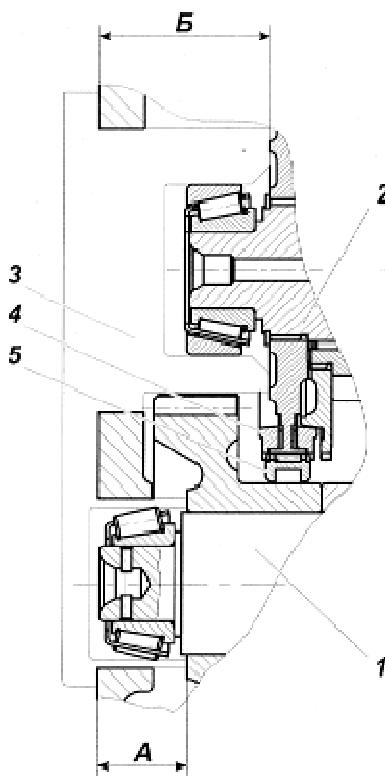

Рис. 112:
2. Завести в картер коробки передач собранные в сборе промежуточный и вторичный валы и зафиксировать их взаимное положение друг относительно друга с помощью технологического приспособления (рис. 112) таким образом, чтобы обеспечивался монтажный размер А (от переднего торца картера коробки передач до переднего торца ступицы шестерни привода промежуточного вала) равный $48\pm0,025$ мм и монтажный размер Б (от переднего торца картера коробки передач до переднего торца ступицы синхронизатора 4-5 передач) равный $90,3\pm0,025$ мм. При этом блокировочное кольцо поз. 4 и муфта поз. 5 синхронизатора должны быть зафиксированы на ступице вторичного вала, а наружное кольцо переднего подшипника промежуточного вала должно быть снято.